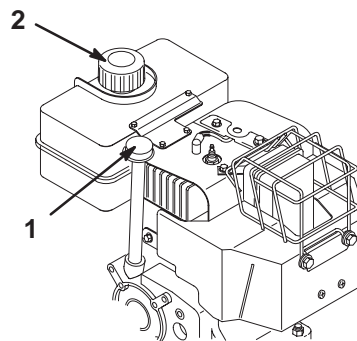

Bild 19
- Reinigen Sie den Bereich um den Peilstab (Bild 19).
3. Entfernen Sie den Peilstab, indem Sie den Deckel entgegen dem Uhrzeigersinn drehen und ihn herausziehen (Bild 19).
1. Reinigen Sie den Bereich um den Kraftstofftankdeckel (Bild 19).